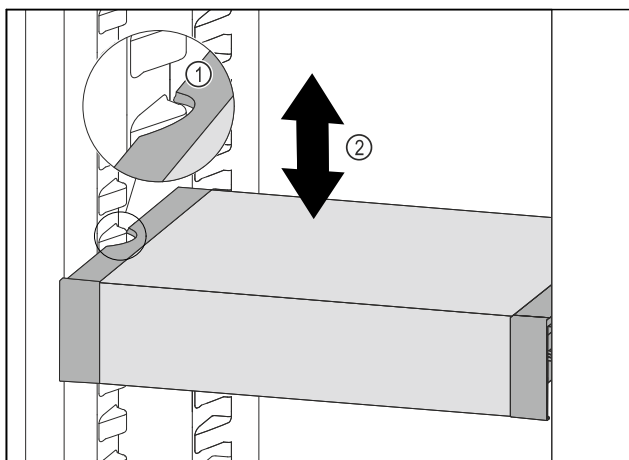

Fig. 137
- ▶ Táhněte VarioSafe dopředu, dokud nebudou boční vybrání VarioSafe na úrovni žebrování na nádoby v chladničce. Fig. 137 (1)
- ▶ Posouvejte VarioSafe v chladničce nahoru nebo dolů, dokud nedosáhnete požadované výšky. Fig. 137 (2)